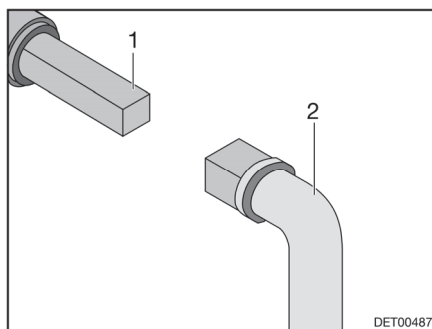

Bild 196 Bedienung Abwasserhahn
- Schlüssel (Bild 196,2) auf Vierkant (Bild 196,1) stecken.